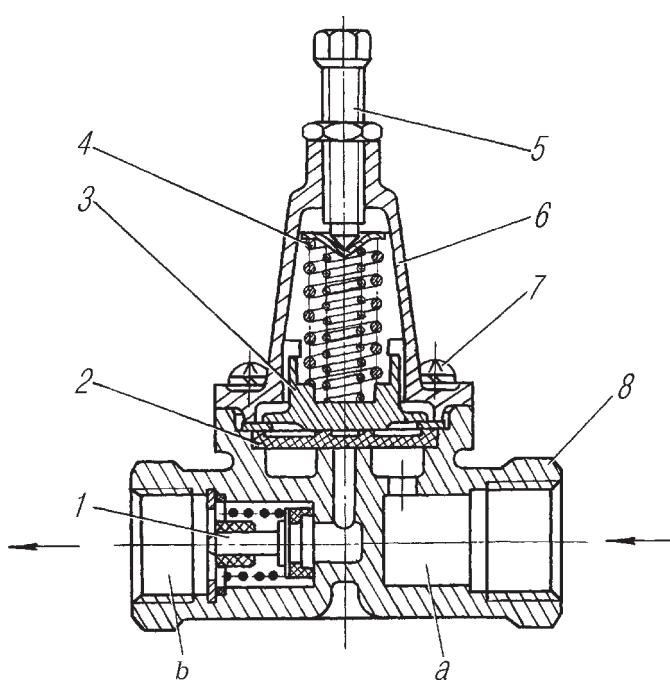

Рис. 72. Клапан защитный одинарный:
**Одинарный защитный клапан** (рис. 72) предназначен для предохранения тормозной системы автомобиля от потери сжатого воздуха при питании контура тормозов прицепа. Клапан устанавливается в пневмосистему согласно стрелке, нанесенной на крышке 6 клапана и указывающей направление перепуска воздуха.